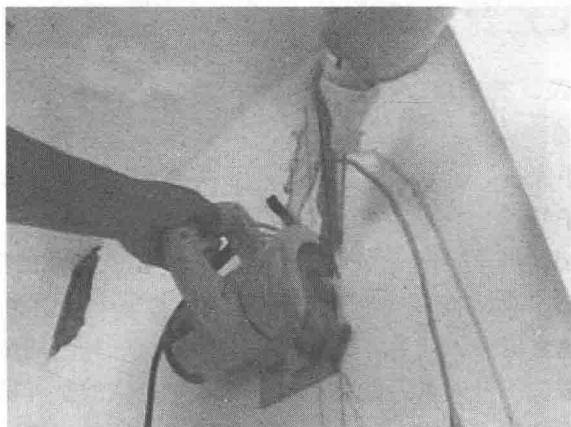

图1-3 开槽时在90°角的地方应切去内角示意图
① 根据定位和线路走向弹好线后,用切割机沿着弹线双面切割,槽的深度要和管材的直径匹配,不允许开横槽,因为会影响墙的承受力。
② 在开槽时尽量避免影响槽边的墙面,以免造成空鼓,留下隐患。
③ 沿走向线凿去砂浆层与砖角以形成线槽,为避免崩裂,以多次斜凿加深为宜,混凝土结构部位开槽时,开槽深度以可埋下PVC电线管为标准,深度不宜过深,以免切断结构层的钢筋,对结构层强度造成破坏。
④ 开槽时在90°角的地方应切去内角,以便电线管铺设,如图1-3所示。